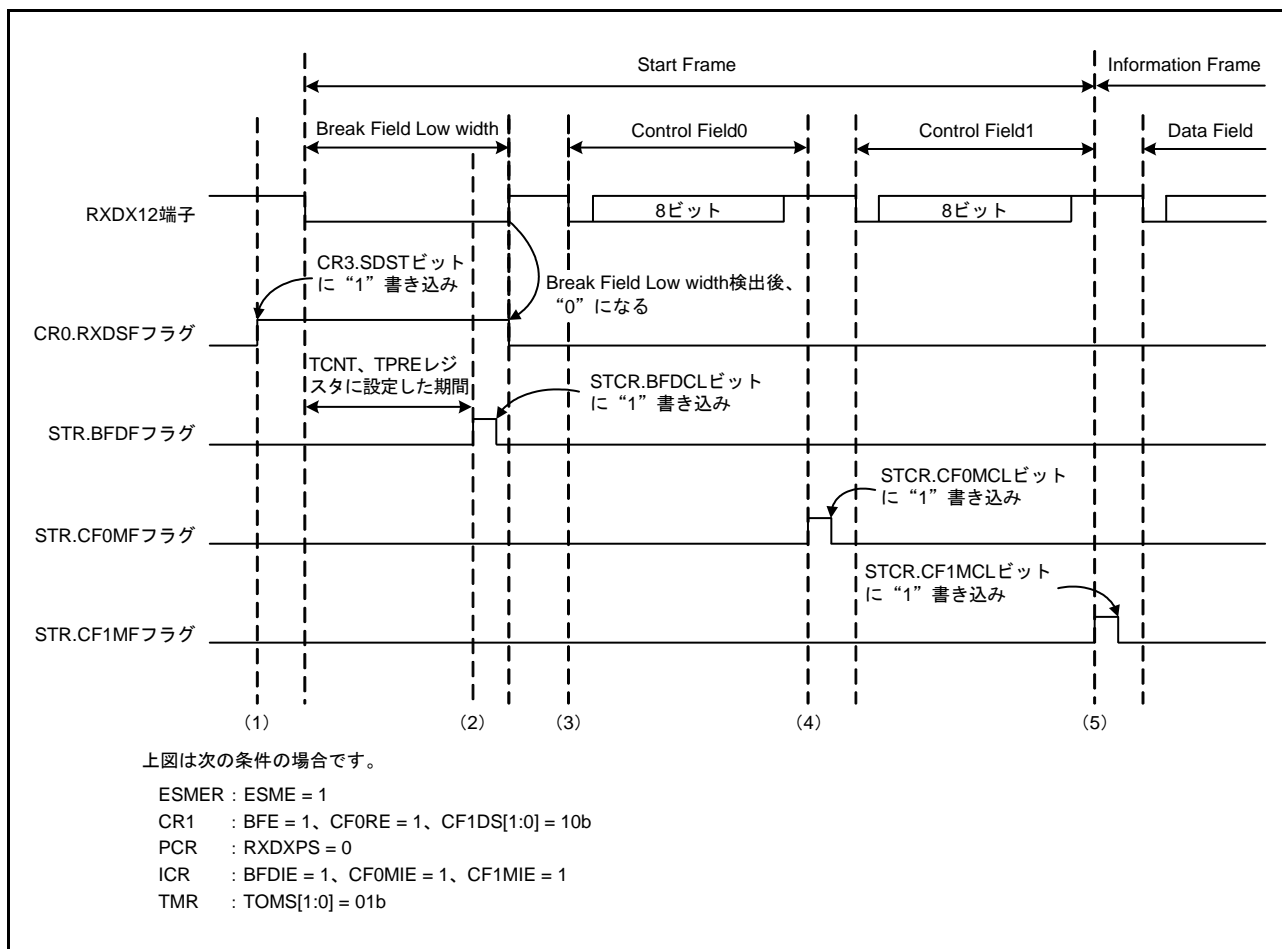
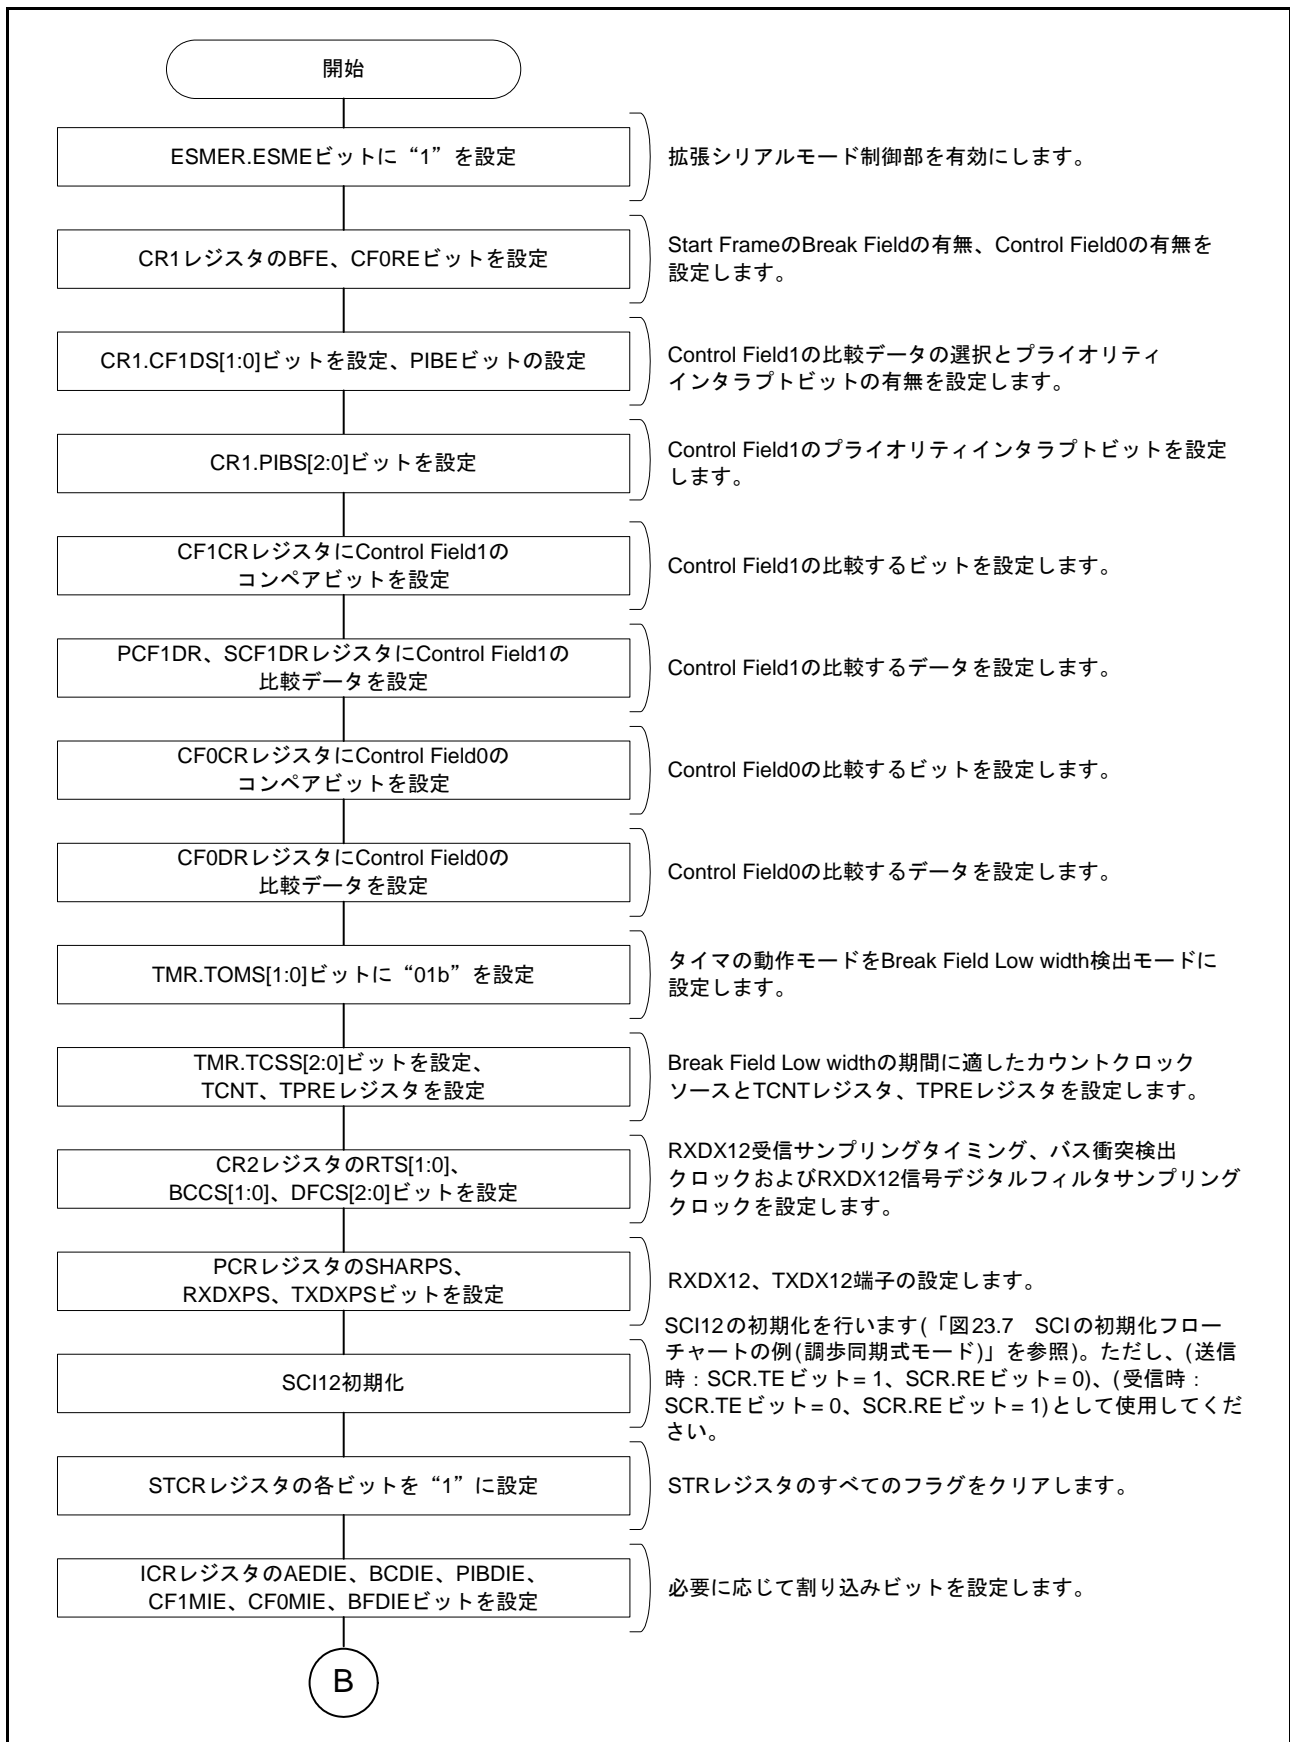
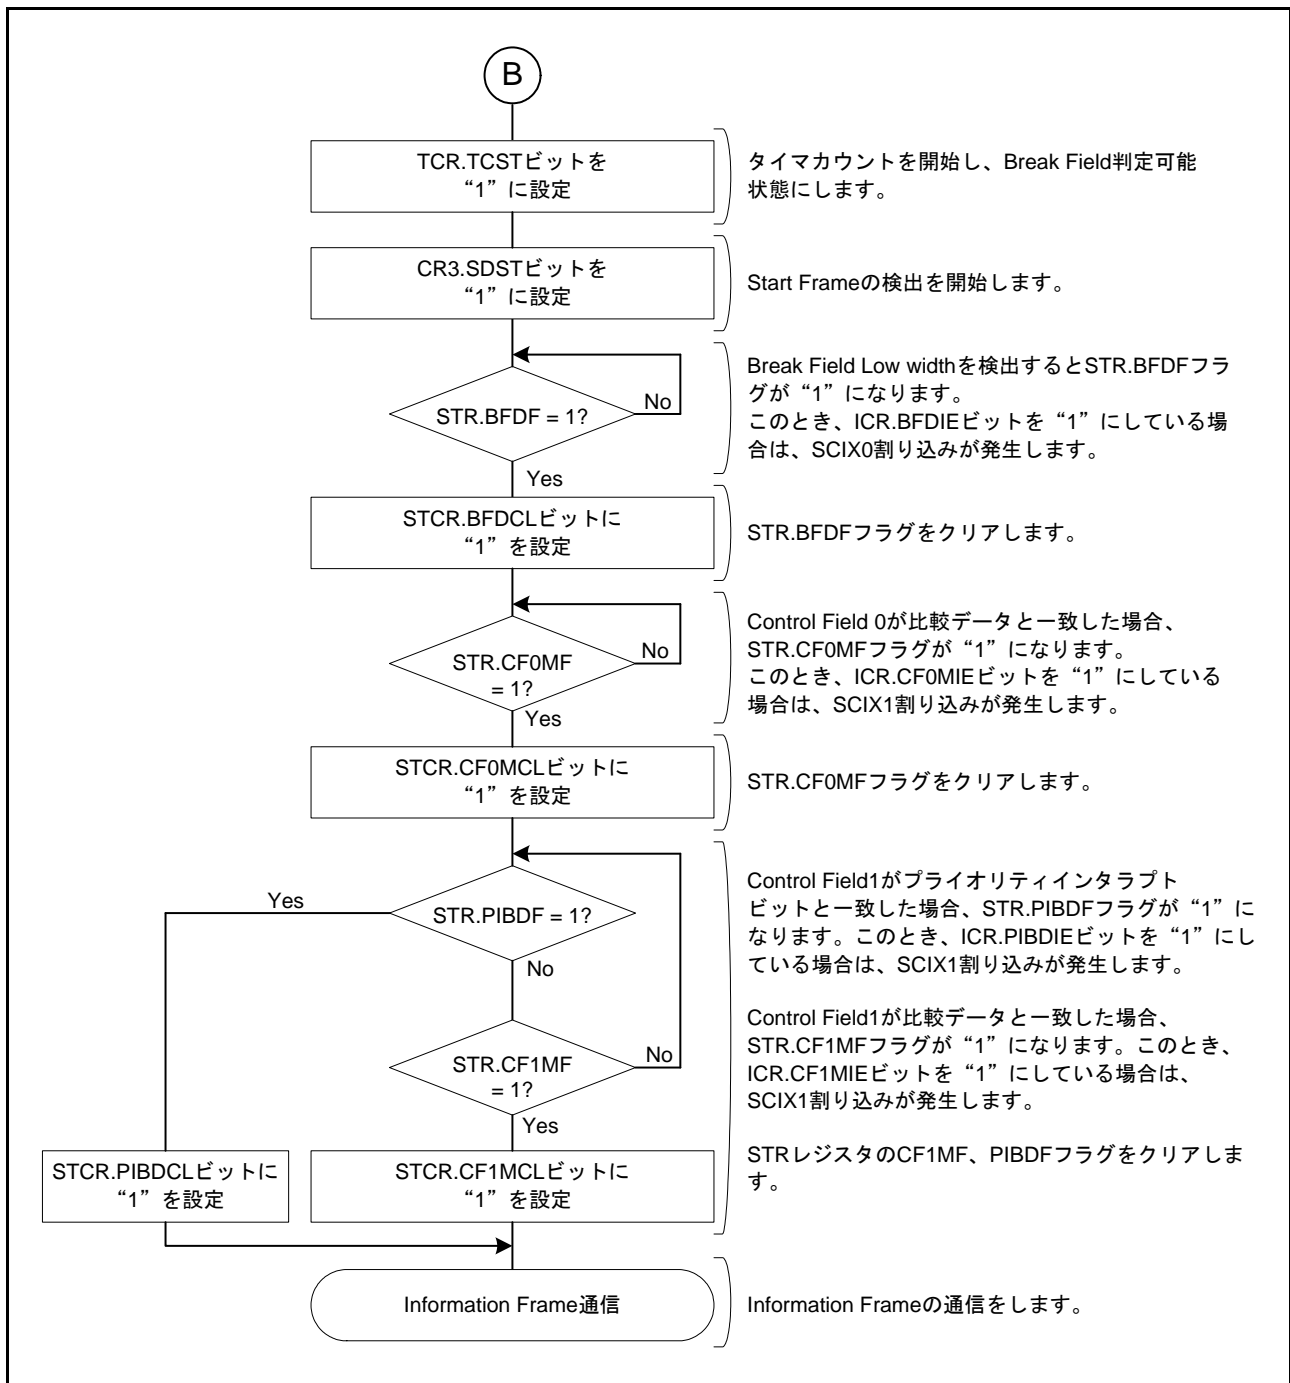
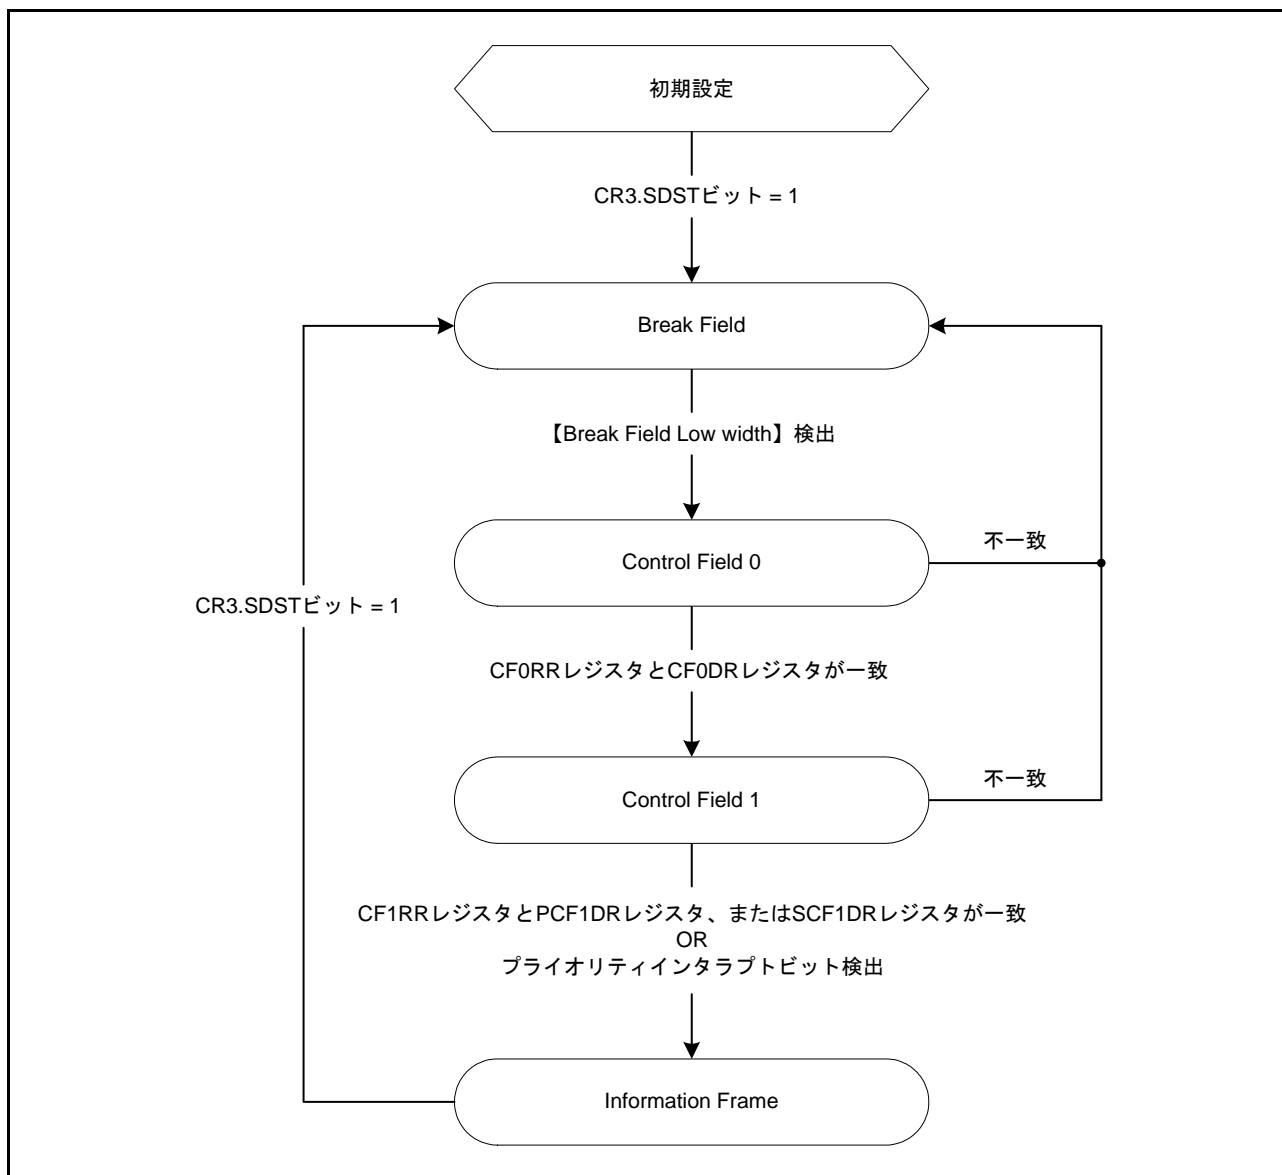

図 23.63 Start Frame 受信時の動作例
図 23.64 Start Frame 受信フローチャート例 (1)
図 23.65 Start Frame 受信フローチャート例 (2)
図 23.66 Start Frame 受信時の状態遷移図
図 23.63 に Break Field Low width、Control Field 0 および Control Field 1 で構成される Start Frame の受信時の動作例を示します。また、図 23.64、図 23.65 に Start Frame の受信を行うためのフローチャート、図 23.66 に Start Frame 受信時の状態遷移図を示します。
(1)～(4) は図 23.63 の Start Frame 受信時の動作例 (1)～(4) と同様になります。
(5) CR1.PIBS[2:0] ビットで指定したビットの値が PCF1DR レジスタに設定した値と一致した場合、STR.PIBDF フラグが“1”になります。また、ICR.PIBDIE ビットを“1”にしている場合は、SCIX1 割り込みが発生します。その後、Information Frame の通信を行います。Control Field 1 で受信したデータが PCF1DR レジスタまたは SCF1DR レジスタに設定したデータのどちらとも一致せず、プライオリティインタラプトビットも検出しない場合は、Break Field Low width 検出前の状態に遷移します。